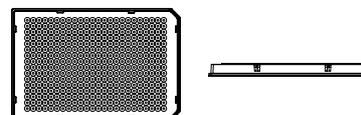

Abbildung 6: Ansicht einer 384 Well Microplatte mit seitlichem Rand und zwei Aussparungen, passend für Real Time PCR Systeme wie den LightCycler® 480 von Roche
3. 384 Well Microplatte mit seitlichem Rand für Real Time PCR Systeme wie den LightCycler® 480 (Abb. 6)